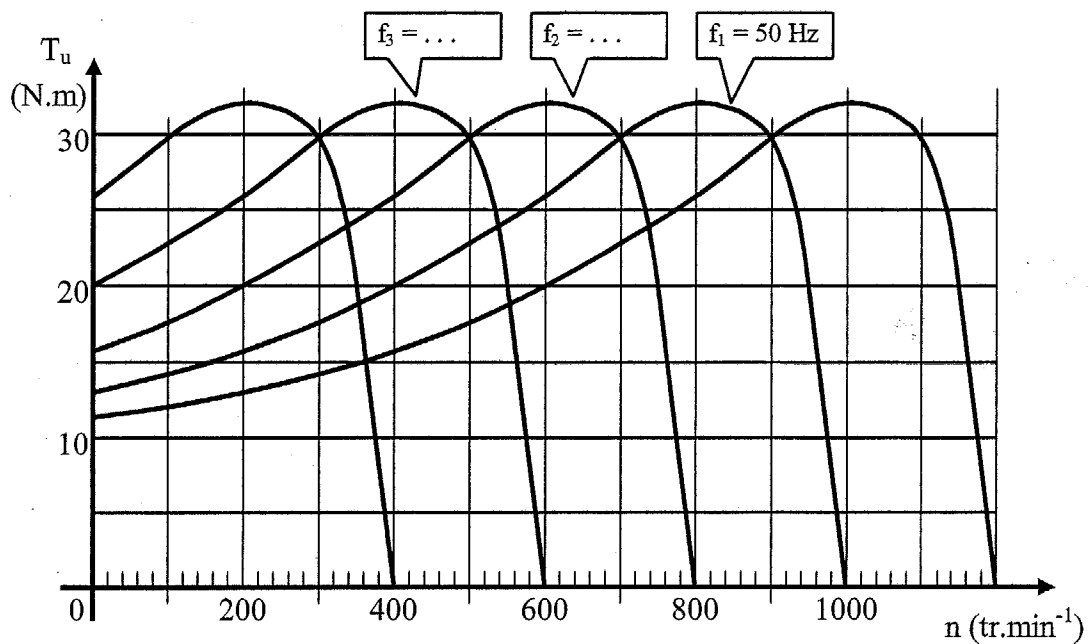

Figure 2
Les caractéristiques mécaniques de couple utile $T_u(n)$, pour diverses fréquences d'alimentation, sont données sur la figure 2 du document réponse n°1 page 5.
- 2.1. Tracer sur la figure 2 du document-réponse n°1 page 5, la caractéristique du couple résistant.
- 3.1. Sur la figure 2 du document réponse n°1 page 5, placer le point de fonctionnement P.